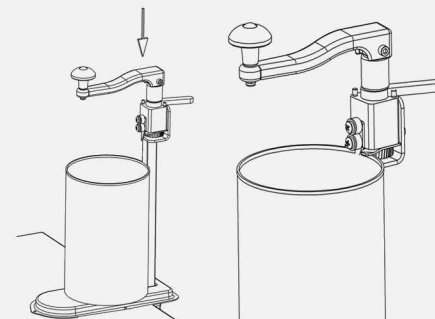

Рисунок 6
✓ Убедившись, что консервная банка установлена правильно, после этого с помощью Рычага (04), который находится на верхней части оборудования, с настойчивостью надавите на него вниз, таким образом, вы пробьете поверхность консервной банки. (Рисунок 6).